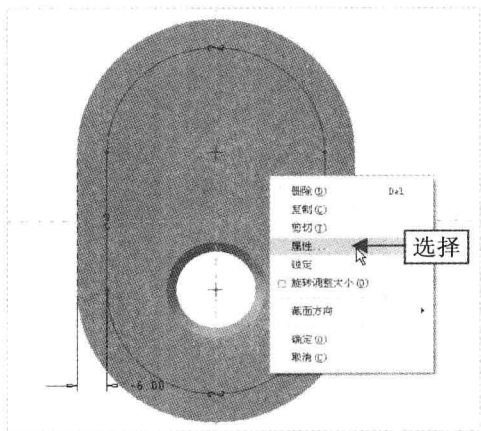

图 18-46 选择“属性”命令
Step 02 绘制完草绘截面后，按住【Ctrl】键的同时，在绘图区选择草绘线，单击鼠标右键，在弹出的快捷菜单中选择“属性”命令，如图 18-46 所示。